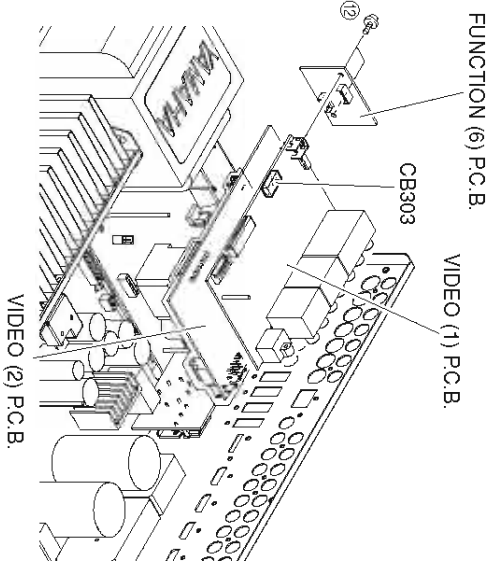

Fig. 4
6. Removal of VIDEO (1) and (2) P.C.B.s
- a. Remove 2 screws (12) and then remove the FUNCTION (6) P.C.B. which is connected directly to the VIDEO (1) and (2) P.C.B.s with board to board connectors. (Fig. 4)
- c. Remove CB303. (Fig. 4)
- d. Remove the VIDEO (1) P.C.B.. (Fig. 4)
- f. Remove the VIDEO (2) P.C.B.. (Fig. 4)
6. VIDEO (1)、(2)P.C.B.の外し方
- a. ⑫のネジ2本を外し、FUNCTION (6) P.C.B.を取り外します。(Fig. 4)
- ただし、FUNCTION (6) P.C.B.は、VIDEO (1)、(2) P.C.B.に基板対基板コネクターで直接接続されています。(Fig. 4)
- c. CB303を外します。(Fig. 4)
- d. VIDEO (1) P.C.B.を取り外します。(Fig. 4)
- f. VIDEO (2) P.C.B.を取り外します。(Fig. 4)